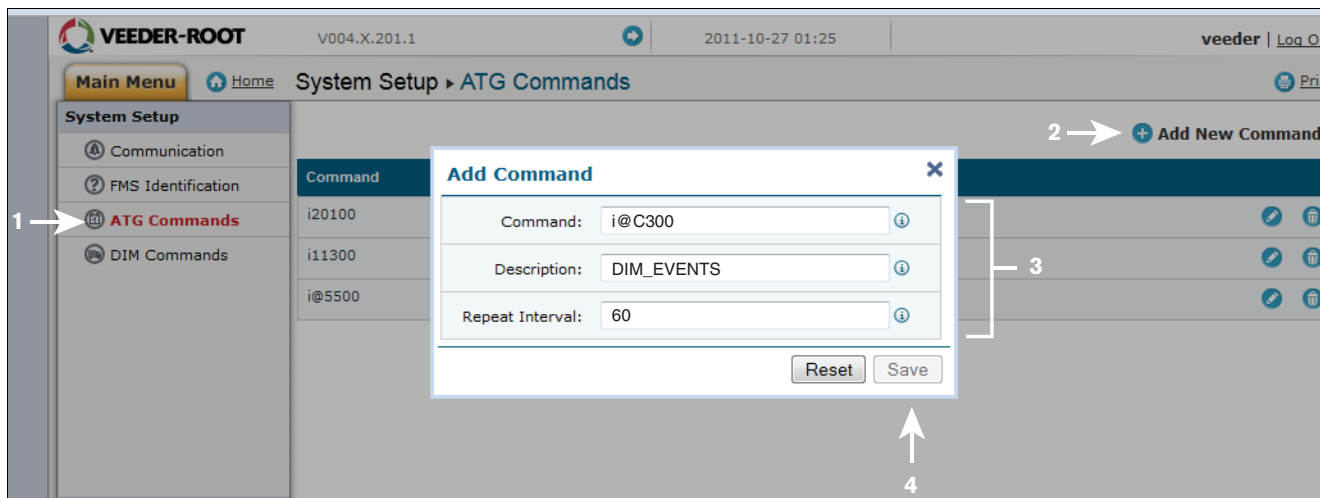

Abbildung A-6. ATG-Befehl eingeben
9. Gehen Sie zur Anwendung "DLSetup", indem Sie auf den weißen Pfeil im blauen Kreis oben in der Mitte des Bildschirms klicken (siehe Abbildung A-6.) und unter "System Setup" auf "3F9 5a__S`Ve (1 in Abbildung A-6.)" klicken. Klicken Sie anschließend auf den Text "+ Neuen Befehl hinzufügen" oben rechts im Bildschirm (2 in Abbildung). Wenn das Dialogfeld "3VW 5a__S`V" angezeigt wird, geben Sie den Befehl "i@C300" ein, fügen Sie die Beschreibung "DIM_EVENTS" hinzu und setzen Sie das Wiederholungsintervall auf "60" (3 in Abbildung). Klicken Sie anschließend auf "E ShW" (4 in Abbildung).